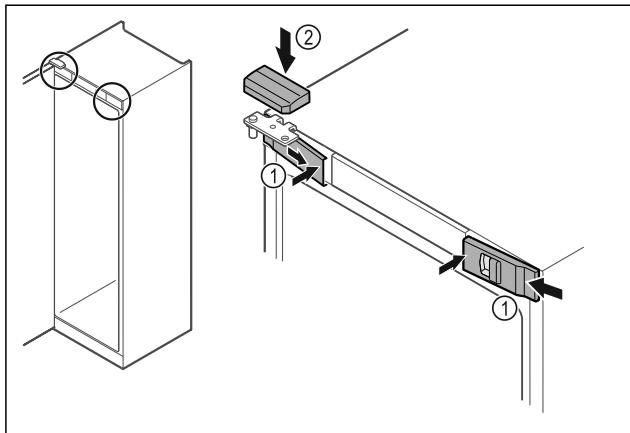

Fig. 55
- Зацепите сбоку и защелкните передние крышки Fig. 55 (1) с внутренней стороны.
- Защелкните верхнюю крышку Fig. 55 (2) сверху.